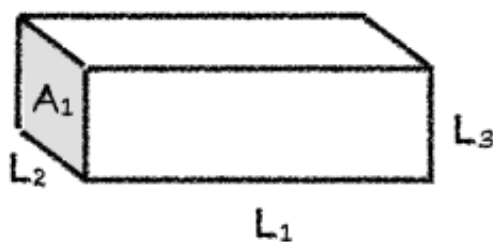

Figura 2.1: Bloco retangular.
6. A partir da figura 2.1, com as seguintes medidas: